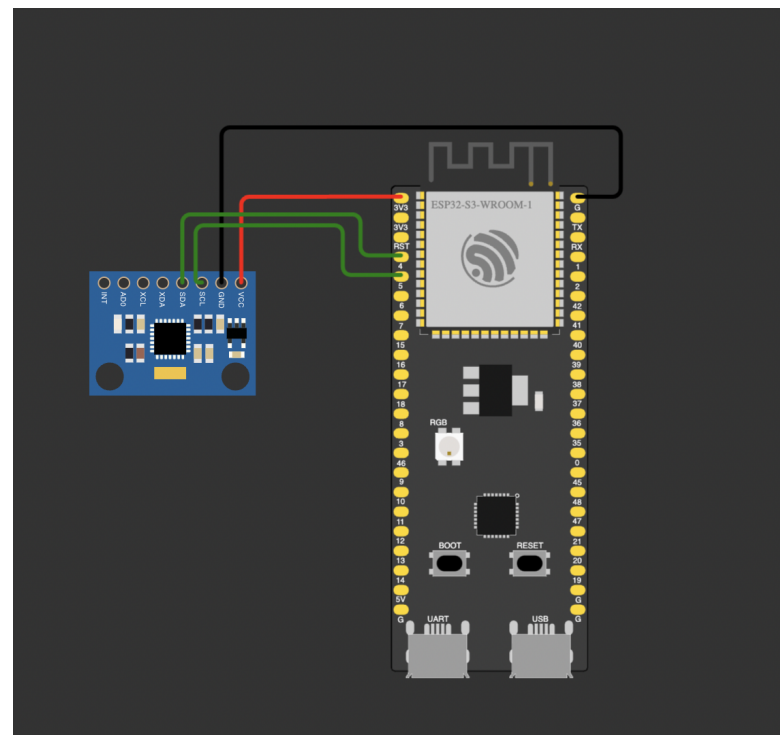

Figura 3: Acelerômetro
3. Será necessário um acelerômetro. Para instalá-lo colocaremos um lado do macho do jumper macho-fêmea na porta 3V3 do ESP32-S3 e o Fêmea no pino VCC do acelerômetro, depois conectamos outro jumper macho-fêmea, colocando o macho na porta 5 e o fêmea no pino SCL do acelerômetro, após, conectamos mais um jumper macho-fêmea, sendo que o macho irá na porta 4 e o fêmea no pino SDA, por fim usaremos um último jumper macho-fêmea, será conectado o macho no ground do ESP32-S3 e o fêmea no pino ground do acelerômetro.(figura 3)